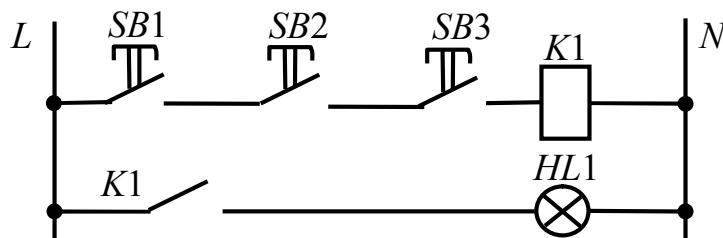

Рисунок 2.1, б
3. Схема, що реалізує операцію "НІ" ("заперечення", "інверсія") (рис. 2.1, в).